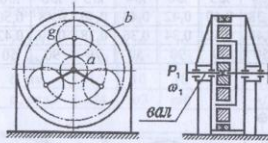

Рис. 30
5. Рассчитать планетарную зубчатую передачу редуктора (рис. 30). Мощность на ведущем валу P_1 , угловая скорость ведущего вала ω_1 и угловая скорость ведомого вала ω_2 приведены в табл. 30. Срок службы зубчатых колёс редуктора задаться (в пределах $L_h = 7\,000 \div 23\,000$ ч.)
6. По данным задачи 5 рассчитать ведущий вал редуктора (рис. 30) и подобрать для него по ГОСТ подшипники качения. Расстояниями между подшипниками и от зубчатого колеса до ближайшего подшипника задаться. Ведущий вал редуктора соединится с валом электродвигателя посредством упругой муфты. Привести рабочий эскиз вала (см. рис. 6).